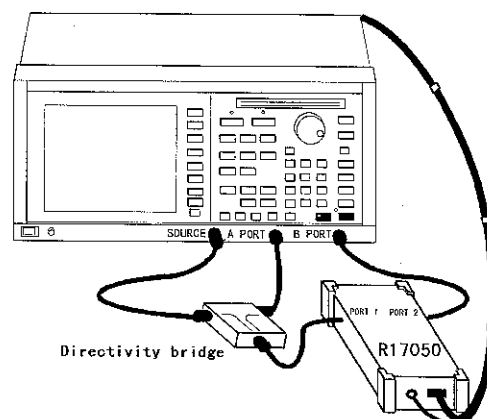

図 2-5 RF ポートの接続
- ② 本器の RF ポートとネットワーク・アナライザの測定ポートを接続します (図 2-5 参照)。接続に使うケーブルは、実際に DUT を測定するときに使うケーブルを使います。本器の RF ポートは方向性がありません。接続はどちらでも構いません。